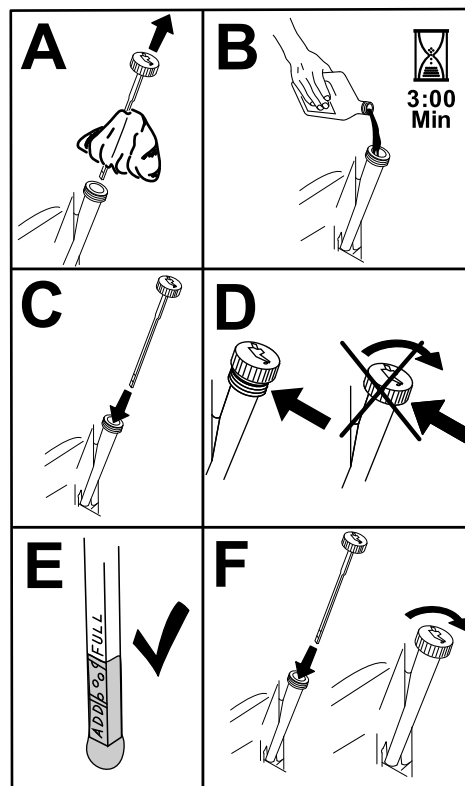

Figure 47
6. Versez lentement environ 80 % de l'huile spécifiée dans le tube de remplissage, puis faites l'appoint lentement jusqu'à ce que le niveau atteigne le repère maximum (Full) (Figure 47).